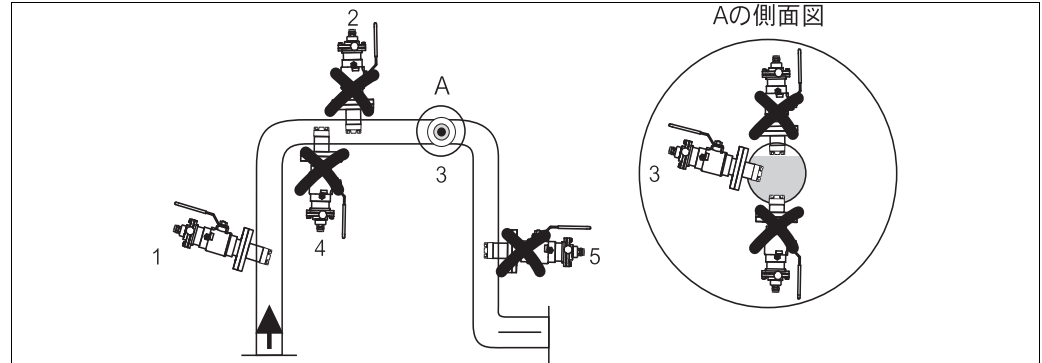

図 7: リトラクタブルホルダ COA451 を使用する場合、取り付けの可否。
- エア溜まり、または、気泡の発生する位置、懸濁粒子がセンサ光学素子にかかる恐れのある位置へのリトラクタブルホルダの取り付けは行わないでください（→ 図 7）。